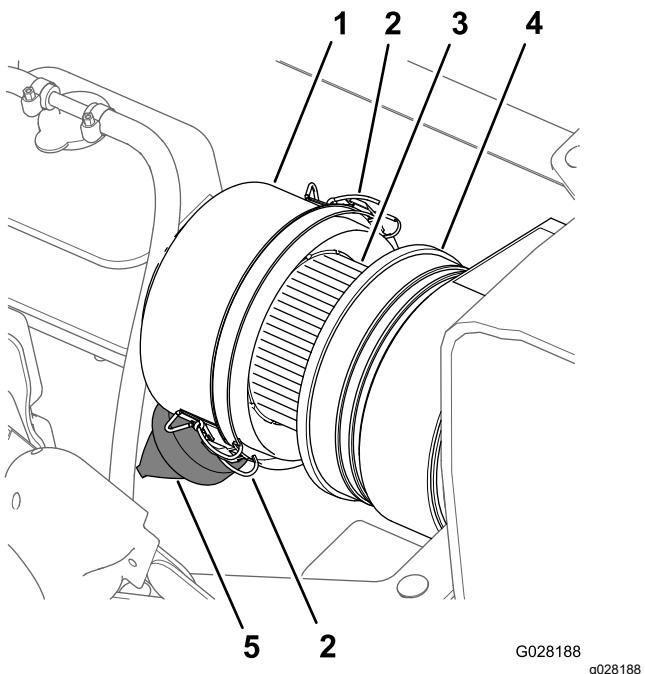
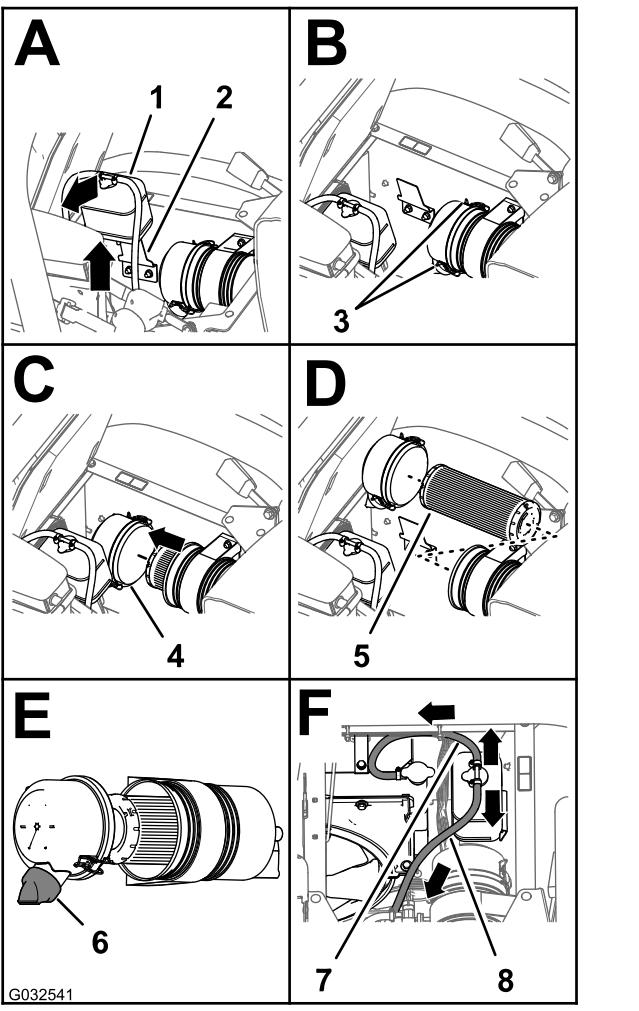

Figura 73
Figura 74
3. Limpie el tapón guardapolvo y el cuerpo del limpiador de aire (Figura 73).
4. Inspeccione la carcasa del limpiador de aire en busca de daños que pudieran causar una fuga de aire (Figura 73).
5. Apriete la válvula de polvo para limpiarla de suciedad, polvo y residuos (Figura 73).
7. Compruebe si el elemento del filtro de aire tiene una acumulación excesiva de suciedad, polvo y residuos (Figura 73).
8. Instale el tapón guardapolvo en el cuerpo del limpiador de aire, y sujetelo con los 2 enganches (Figura 73).
2. Limpie el tapón guardapolvo y el cuerpo del limpiador de aire (Figura 73).
3. Levante el depósito de expansión del refrigerante y retírelo del soporte del depósito (Figura 74).
4. Abra los dos enganches que sujetan el tapón guardapolvo a la carcasa del limpiador de aire (Figura 74).
6. Limpie el interior del tapón guardapolvo, la carcasa del limpiador de aire y la válvula de polvo con un trapo húmedo (Figura 73 y Figura 74).
7. Instale el elemento del filtro de aire en la carcasa del limpiador de aire (Figura 74).
8. Instale la tapa sobre el cuerpo del limpiador de aire y sujetela con los 2 enganches (Figura 74).
Nota: Asegúrese de que la válvula de polvo está alineada a una posición entre las 5 y las 7, vista desde el extremo (Figura 74).
9. Alinee el depósito de expansión del refrigerante con el soporte del depósito y coloque el depósito firmemente (Figura 74).
Importante: Asegúrese de que la manguera de alivio de presión está enrutada hacia delante y hacia abajo, y que la manguera de ventilación está enrutada hacia atrás, como se muestra en la Figura 74.